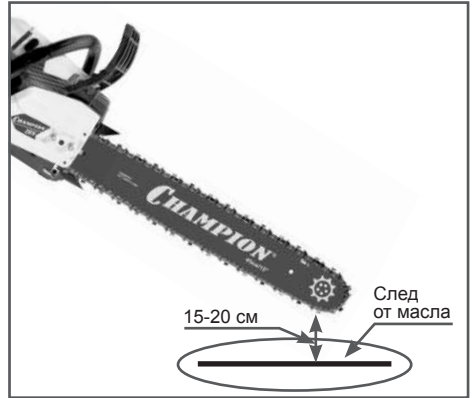

Рис. 9 Проверка подачи масла
- Нажмите на курок газа и дайте двигателю поработать примерно 10-15 секунд на средних оборотах. Под шиной должен остаться четкий след от масла (Рис. 9).